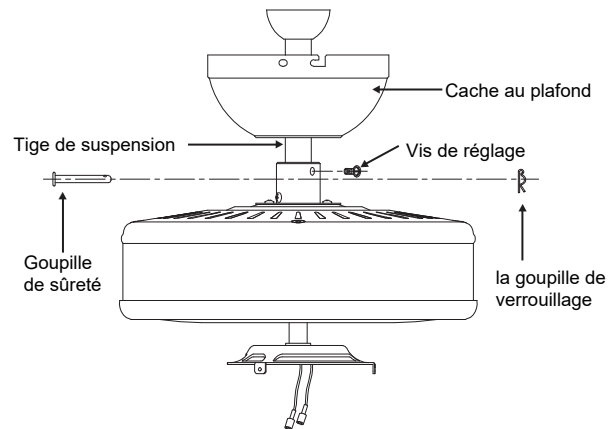

Fig. 6
Étape 4. Acheminez les fils sortant du haut du moteur du ventilateur à travers le cache, puis à travers la rotule/tige de suspension (Fig. 6)
Étape 5. Alignez les trous au bas de la tige de suspension avec les trous du collier en haut du carter du moteur (Fig. 6). Insérez soigneusement la goupille de sûreté dans les trous du collier et de la tige de suspension. Veillez à ne pas coincer la goupille contre le câblage à l'intérieur de la tige de suspension. Insérez la goupille de verrouillage dans le trou situé près de l'extrémité de la goupille de sûreté jusqu'à ce qu'elle s'enclenche dans sa position verrouillée (voir l'encadré circulaire de la Fig. 6).
Étape 6. Serrez fermement les deux vis de réglage situées sur le dessus du moteur du ventilateur (Fig. 6).